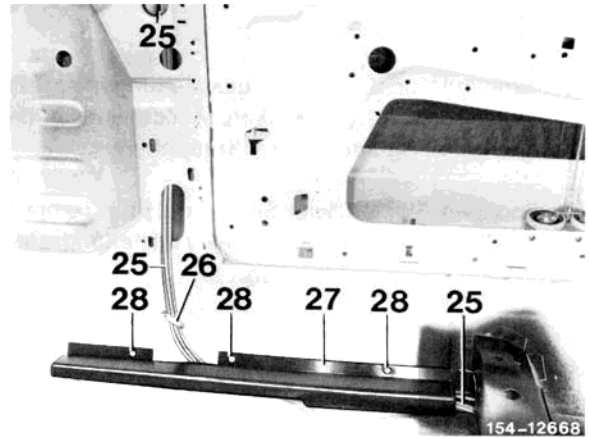

Bild 2
- 6 Unterdruckleitung (25) am vorderen Einstieg mit der Klammer (26) befestigen, dazu 2 Löcher mit 6,7 mm Durchmesser bohren (Bild 2).
- 7 Abdeckung (27) mit den Spreiznieten (28) montieren. Für die Spreiznieten (28) sind Befestigungslöcher mit 5 mm Durchmesser zu bohren (Bild 2).